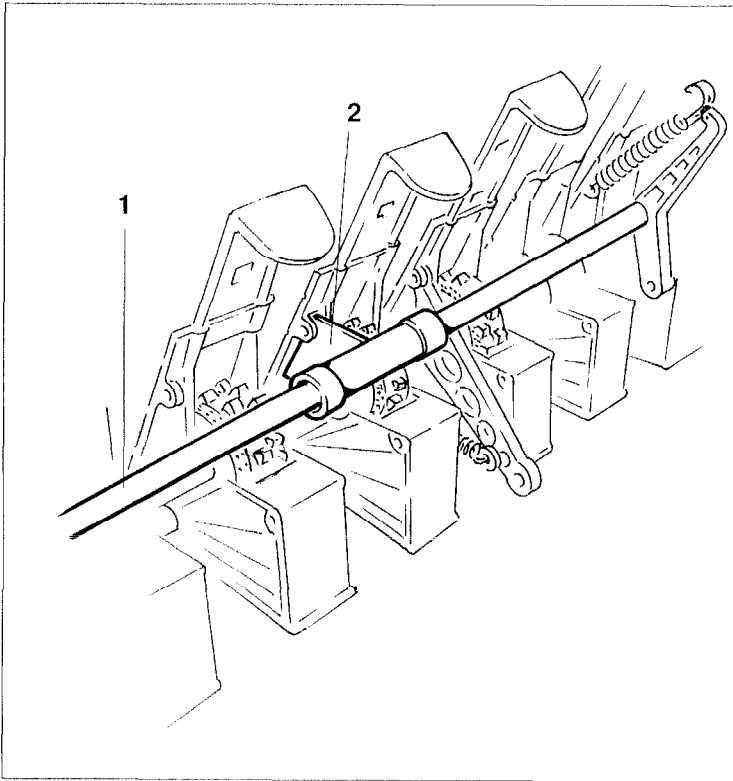

Fig. 7.26
- Vorgelegewelle (Fig. 7.26/1) hochklappen. Dabei ist eine Halterung (Fig. 7.26/2), die die Vorgelegewelle axial sichert, in die Aussparung eines Sägehäuses zu schieben.